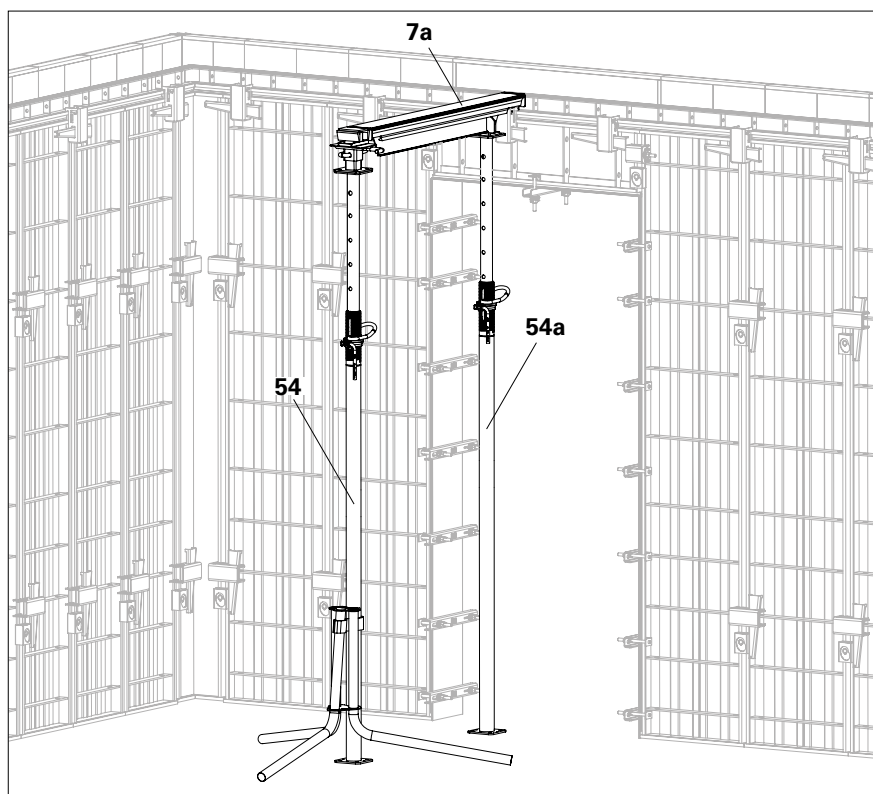

Fig. B7.07
4. Posizionare il puntello aggiuntivo (54a) nel perno di centraggio (7.2) sotto la trave per soletta (7a). (Fig. B7.07)
5. Regolare l'altezza del puntello. (Fig. B7.07)